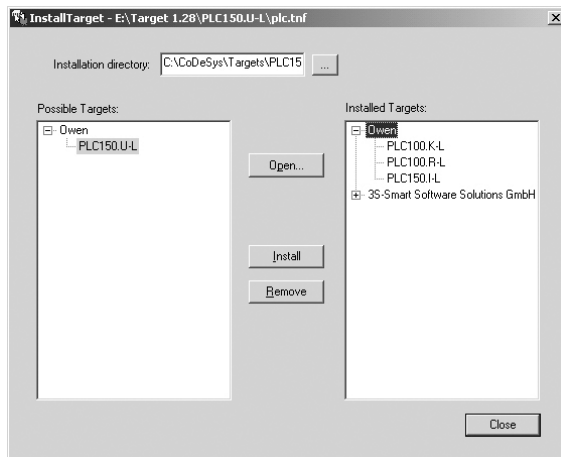

Рисунок 6.1 - Окно «InstallTarget» утилиты InstallTarget
1) В открывшемся при запуске утилиты **InstallTarget** окне (рисунок 6.1) – нажать кнопку Open и указать путь доступа к инсталлируемому Target-файлу (имеющему расширение *.tnf, Target Information File). Target-файлы контроллеров OWEN ПЛК150 находятся на компакт-диске, поставляемом с контроллером, в папке «Target» или могут быть скачаны с сайта **www.owen.ru**. При скачивании с сайта папку с Target-файлами надо разархивировать и сохранить на жестком диске ПК.